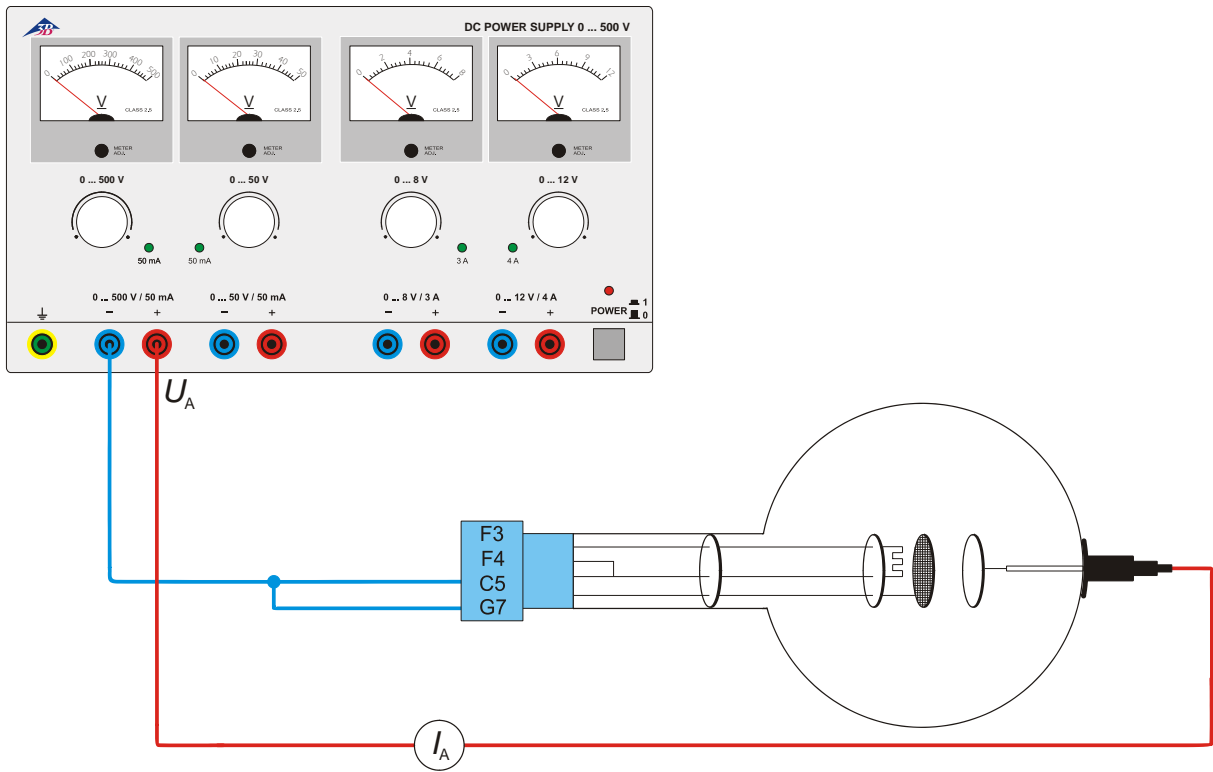

Fig.3 Descarga autónoma
- Se monta el circuito de acuerdo con la fig. 3.